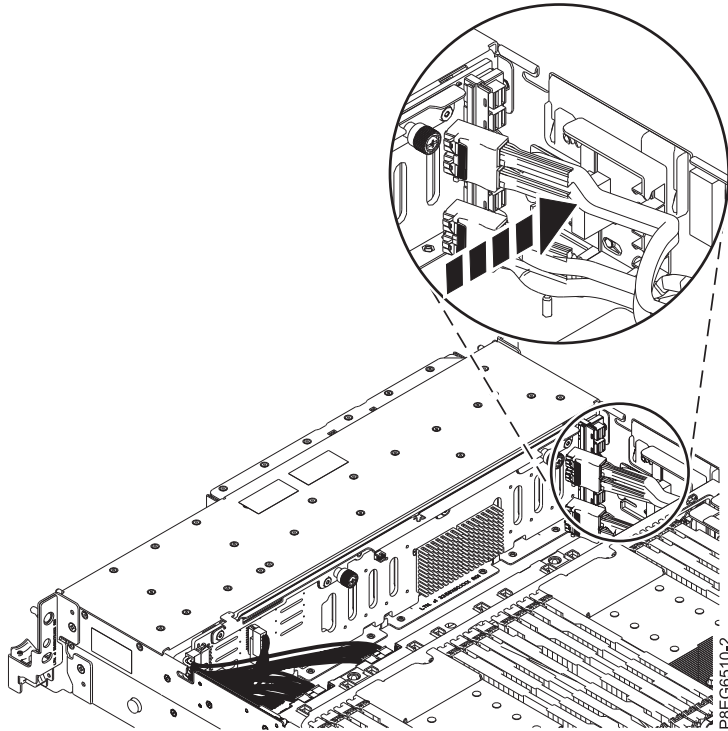

Figura 7. Reinstalación del cable SAS frontal en el bloque de guía
8. Vuelva a poner el cable SAS frontal en el bloque de guía de la parte lateral del chasis, como se muestra en la Figura 7 en la página 10.